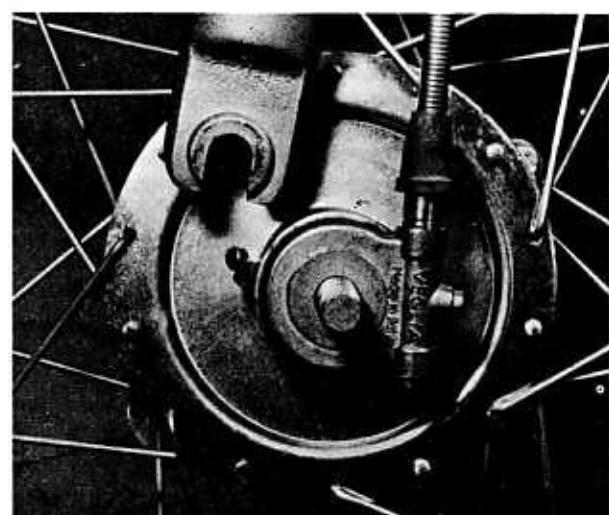

Bild 138
- Das Vorderrad wird in umgekehrter Ausbau-reihenfolge wieder eingebaut. Der Ansatz an der Gabel muss in den Schlitz der Bremsankerplatte greifen (Bild 138, 139). Der letzte Punkt ist besonders wichtig, denn wenn die Bremsankerplatte nicht einwandfrei gesichert ist, blockiert die Bremse bei der ersten Betätigung, was zu einem schweren Sturz führen kann.